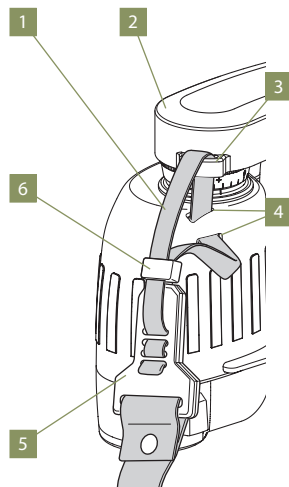

Abb. 7
**Ausnahme:** Die Halteschleufe des Regenschutzdeckels sollte nur an einer Seite eingefädelt werden, siehe Abb. 7.